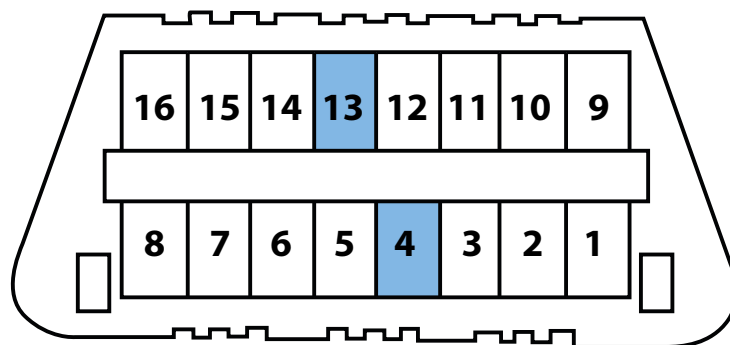

Fig. 2.
2. Utilisez un câble de raccordement pour connecter les bornes 4 et 13 de la prise de diagnostic embarquée 16 broches, tel qu'illustré sur la Fig. 2.
2. Reconnectez le câble de raccordement, tel qu'illustré précédemment sur la Figure 2.